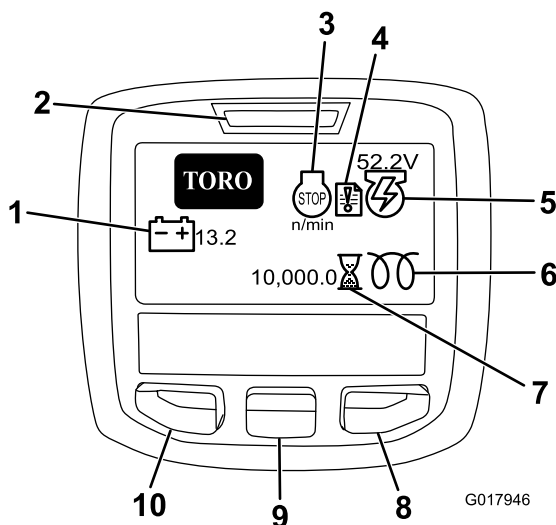
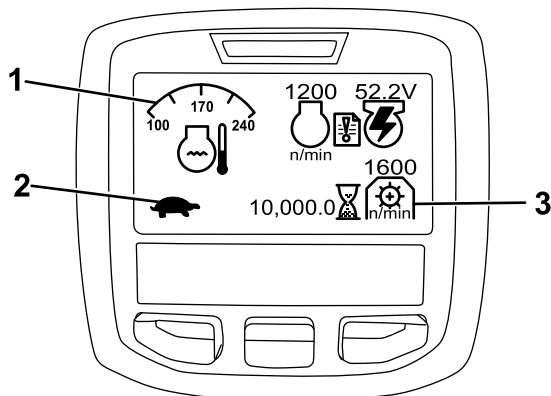

Bild 17
Bild 18
Auf dem InfoCenter-LCD-Display werden Informationen zur Maschine angezeigt, u. a. Generatorstatus, Geschwindigkeit und verschiedene Diagnostikwerte und andere Informationen zur Maschine und zur Batteriepackung. In Bild 17 und Bild 18 wird der Begrüßungsbildschirm und Hauptinformationsbildschirm des
3. Lesen Sie die korrekte Spindeldrehzahl-Einstellung für die Schneideinheiten mit 5, 8, 11 oder 14 Messern in der entsprechenden Tabelle (Bild 18) ab.